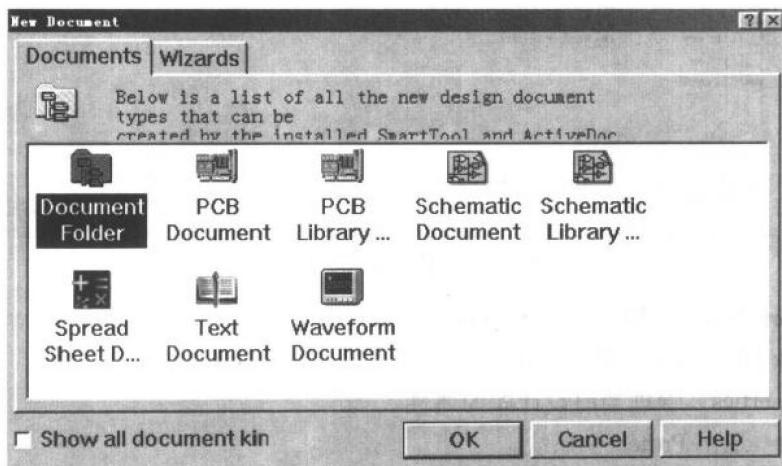

图 2-5 “新文件”对话框
(1) New 新建一个空白文件，文件的类型可以是原理图 Sch 文件、印制电路板 PCB 文件、原理图元件库编辑文件 Schlib、印制电路元件库编辑文件 PCBlib、文本文件以及其他文件等。选取此菜单项，将会显示“新文件”对话框，如图 2-5 所示，用户可以选择所需建立的文件类型，然后单击 OK 按钮即可。